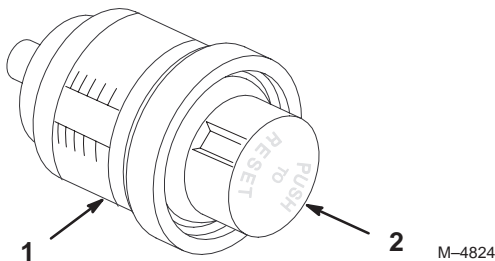

Bild 53
2. Stellen Sie die Anzeige durch Druck auf die Taste an der Unterseite des Behälters zurück, bis der Zeiger in die niedrigste Stellung geht (Bild 53).